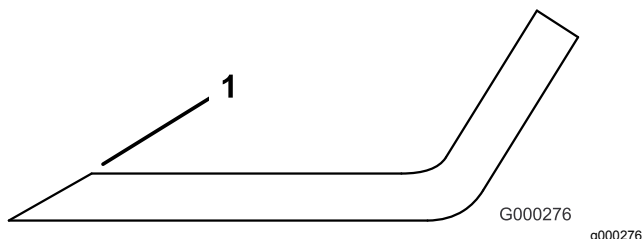

Figura 92
- Inspeccione los filos de corte de todas las cuchillas, y afílelos si están romos o tienen mellas (Figura 92).
Nota: Afíle únicamente la parte superior del filo y mantenga el ángulo de corte original para asegurar un filo correcto (Figura 92). La cuchilla permanece equilibrada si se retira la misma cantidad de material de ambos filos de corte.